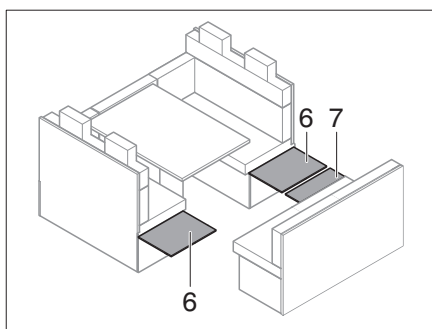

Fig. 220 Apertura delle pareti laterali
- Aprire le pareti laterali del cassone del letto (Fig. 220,6) e la parete anteriore del cassone del letto (Fig. 220,7).